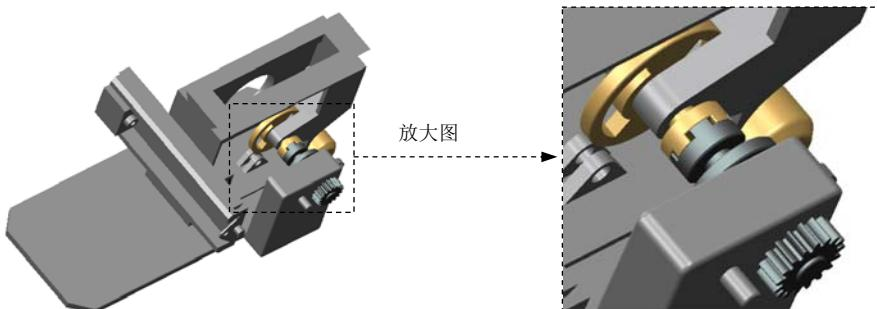

图 9.6.28 完成连接的创建
(6) 单击操控板中的 **√** 按钮，完成连接的创建，如图 9.6.28 所示。